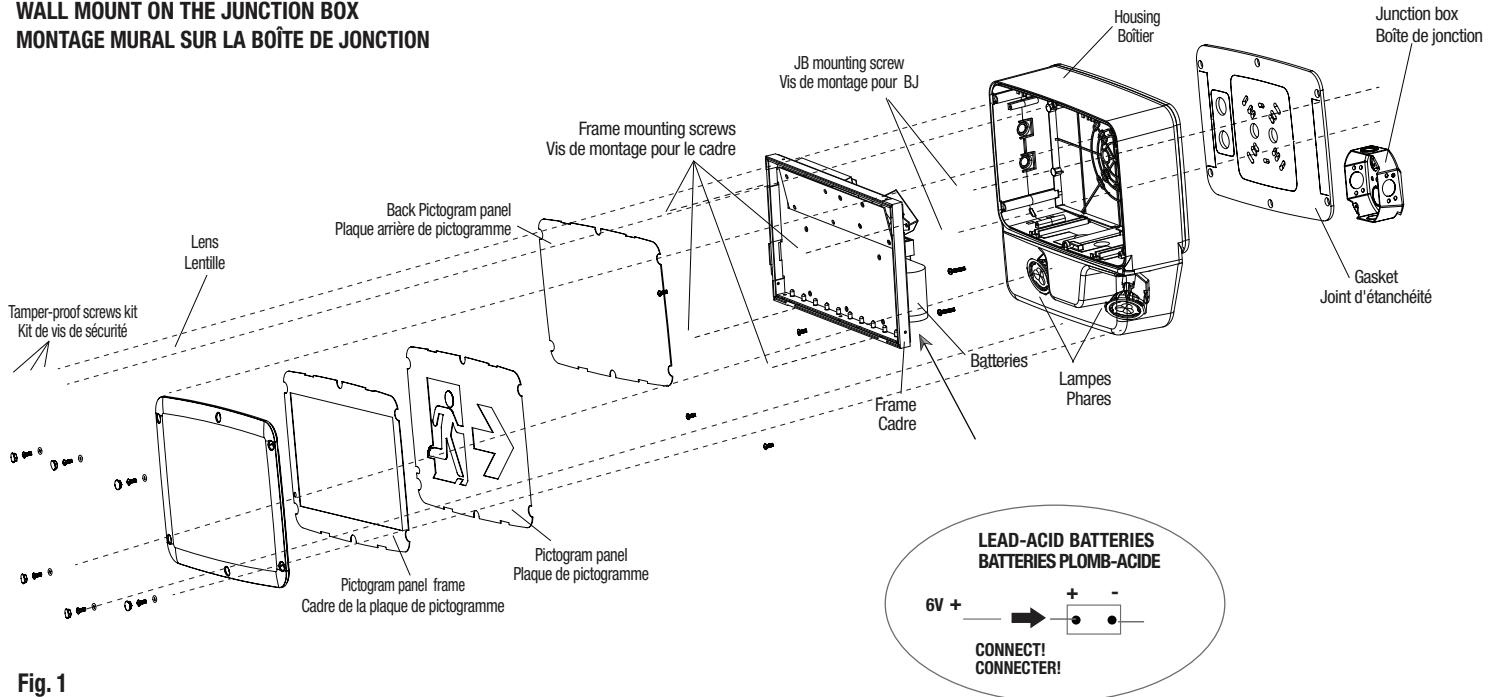

Fig. 1
3. Enlever la lentille, l'assemblage des panneaux de pictogramme (trois pièces) et le cadre intérieur du boîtier (dénvisser les quatre vis de montage en utilisant le tournevis PHx2) (Fig. 1).
- 4.a. Pour installation murale seulement (Fig. 1), défoncez les orifices préécoupés appropriés dans le boîtier arrière. Coller correctement le joint d'étanchéité sur le côté arrière de l'unité et passer les fils électriques par l'orifice central.
6. Pour installation murale (Fig. 1), au plafond (Fig. 2) ou l'extrémité (Fig. 4) seulement, utiliser les deux vis (utiliser le tournevis PHx2) pour faire le montage du boîtier ou de la plaque perforée sur la boîte de jonction encastrée. Serrer les vis suffisamment pour comprimer le joint d'étanchéité pour assurer un joint scellé.